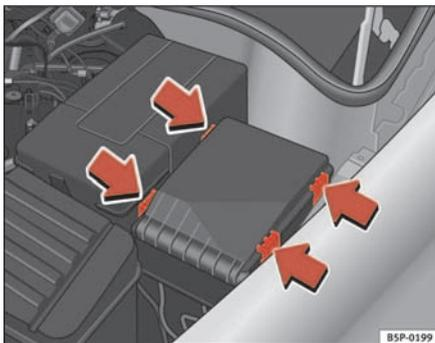

Fig. 178 Cache de fusibles dans le compartiment moteur
- Retirez le cache de fusibles du compartiment moteur en faisant pression sur les languettes vers le centre du cache ⇒ fig. 178.